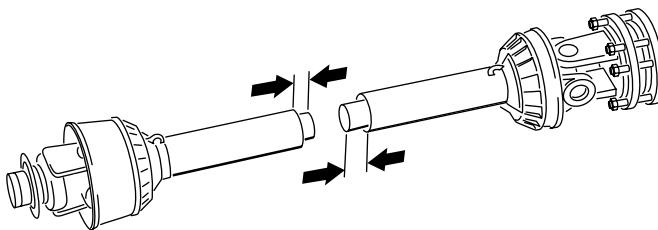

Bild 17
- Trennen Sie die zwei Hälften der Zapfwelle (**Bild 17**).
- Messen Sie den Abstand zwischen dem Ende jedes Rohrs und dem Sicherheitsschutzblech (**Bild 17**). Notieren Sie diese Werte.